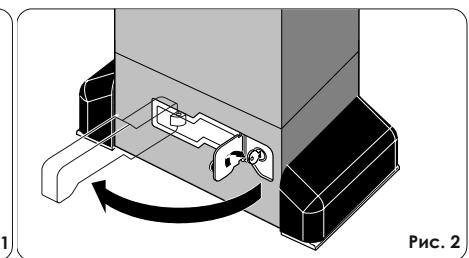

Рис. 2
2. Поверните ключ по часовой стрелке и потяните рычаг на себя (рис. 2).
Габариты двигателя DxВxГ, мм	См. рис. 2